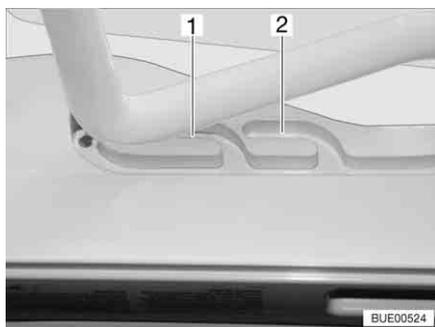
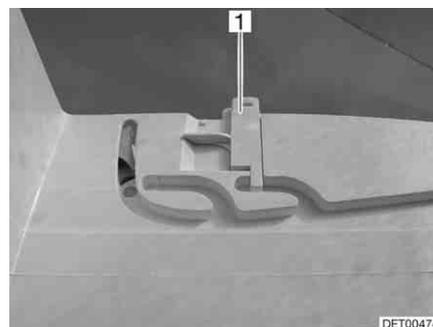

Fig. 91 Clarabóia Heki em posição de arejamento
Fig. 92 Dispositivo de bloqueio da posição de arejamento
A clarabóia Heki pode ser posta em duas posições de arejamento: Posição para mau tempo (Fig. 91,1) e posição média (Fig. 91,2). Dependendo do modelo, a clarabóia pode ser travada em posição central com os dois trincos (Fig. 92,1) nos lados esquerdo e direito no caixilho da clarabóia.
- Empurre o arco ligeiramente para cima e mova-o e, se for preciso, prenda-o no guia escolhido (Fig. 91,1 ou 2).